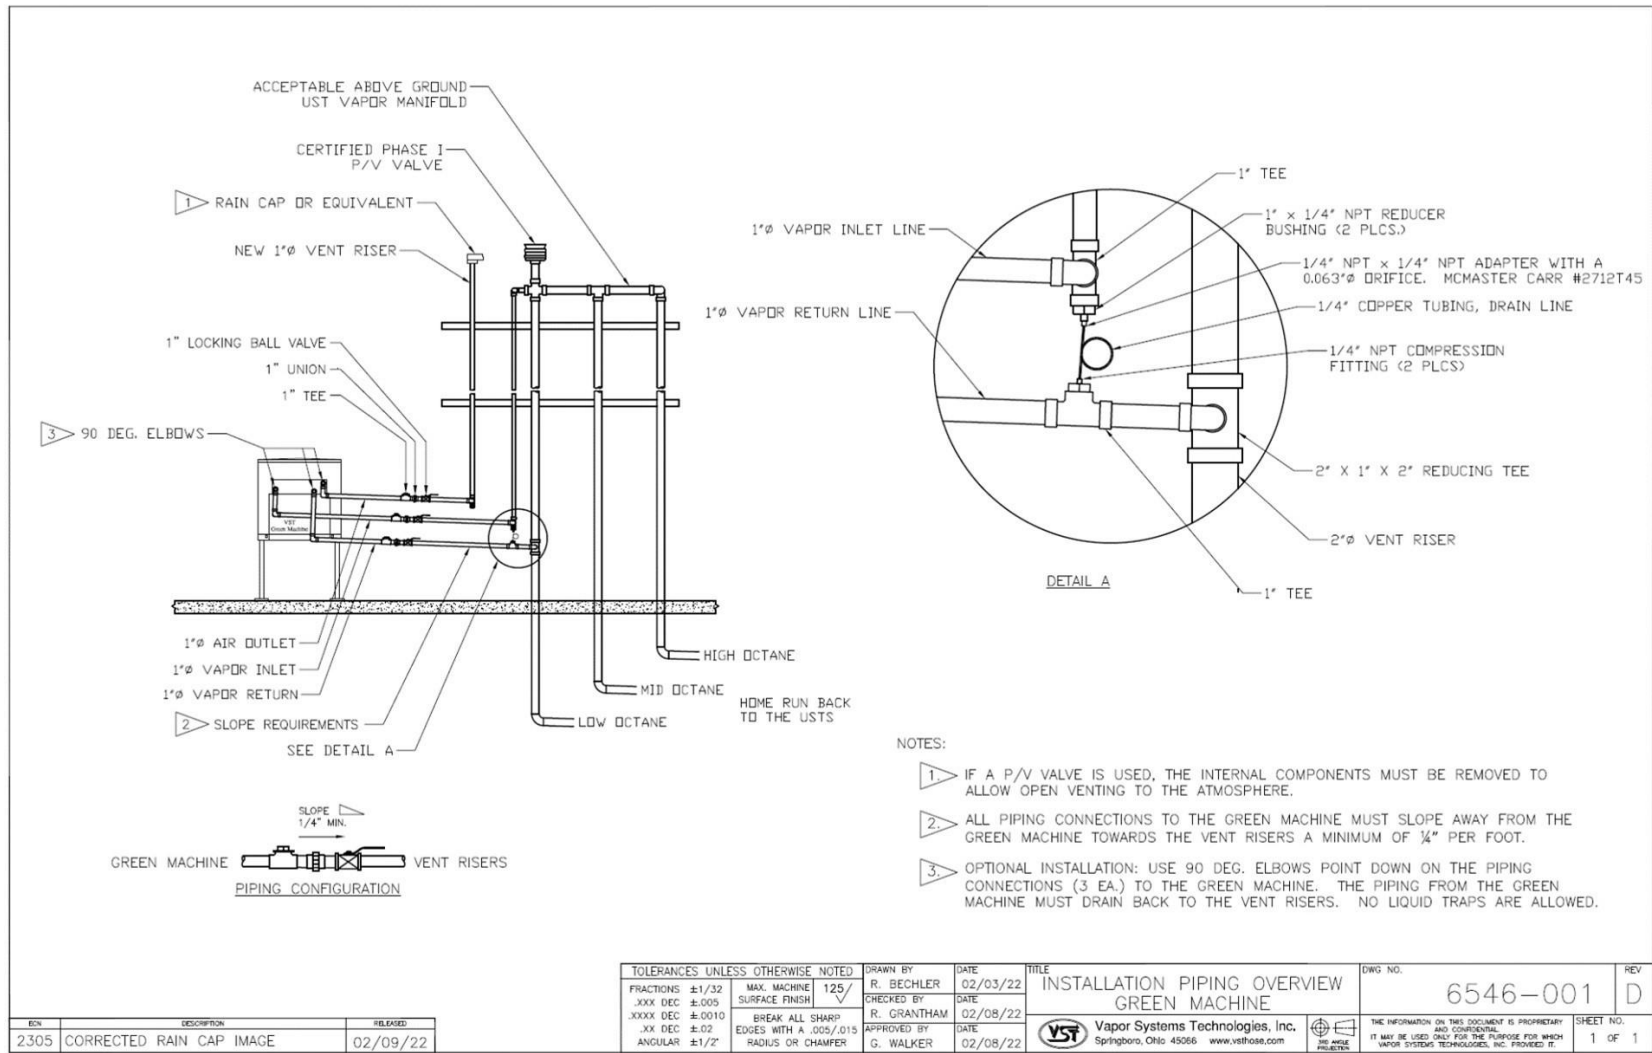

Figura 2-1: Descripción de las tuberías de vapor
- La línea de drenaje de ¼" de diámetro con el adaptador provisto debe instalarse según la **Figura 2-1**.
- Instale una tubería de entrada de vapor de 1" y una tubería de retorno de vapor de 1" como se muestra en la **Figura 2-1** desde las conexiones de entrada de vapor y retorno de vapor en GREEN MACHINE a una línea de venteo existente.
- Desde la línea de venteo, instale la válvula de bola de bloqueo de 1", luego la unión de 1" y luego la conexión en T de 1". **Vea la Figura 2-1.**
- La tubería de 1" debe inclinarse hacia afuera de la GREEN MACHINE un mínimo de ¼" por pie. **Vea la Figura 2-1.**
- Desde la línea de venteo, instale le válvula de bola de bloqueo de 1", luego la unión de 1" y luego la conexión en T de 1" como se muestra en la **Figura 2-1.**
- La línea de drenaje de ¼" de diámetro con el adaptador provisto debe instalarse según la **Figura 2-1.**